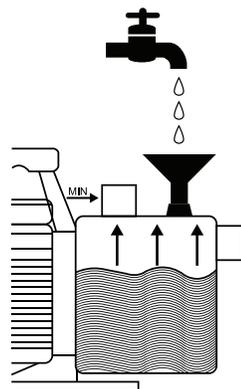

Fig. 3
- > Dévisser le bouchon d'amorçage de la pompe et remplir d'eau celle-ci jusqu'à ce que l'eau déborde (fig.3).